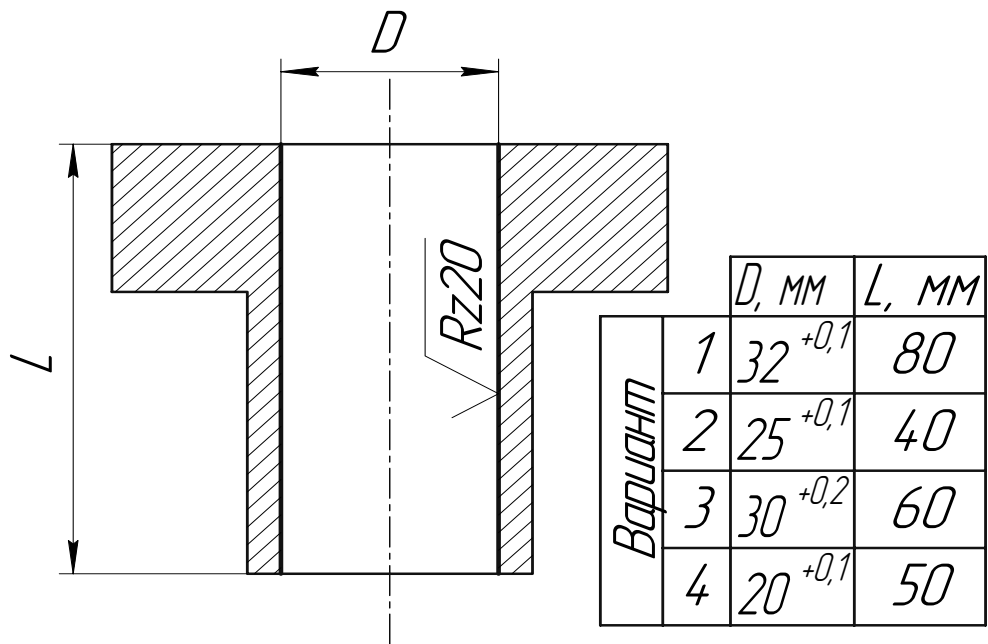

Рис. 7. Сверление отверстий сверлами из ВК и ТК
9. Сверление отверстий сверлами из ВК или ТК (см. рис. 7).